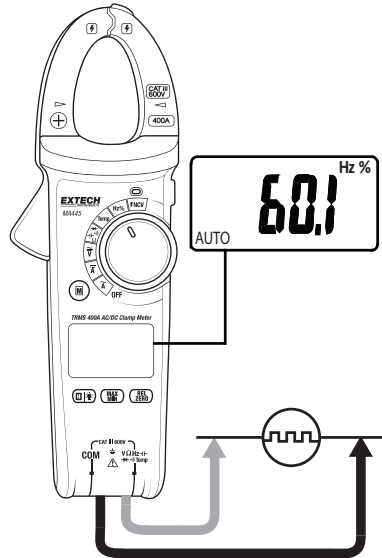

图 8 – 测量频率
1. 将黑色引线香蕉插头插入负极 (COM) 插孔内。将红色测试引线香蕉插头插入到正极插孔内。请参阅图 8。